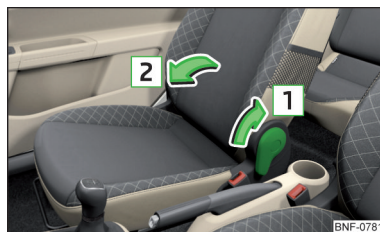

Fig. 51
- Træk armen i pilens retning **1**, og klap ryglænet fremad i pilens retning **2** for at **klappe det frem** » Fig. 51. Du skal kunne høre, at fastgørelsen går i hak.
- Træk armen i pilens retning **1**, og klap ryglænet modsat pilens retning **2** for at **klappe det tilbage** » Fig. 51. Du skal kunne høre, at fastgørelsen går i hak.